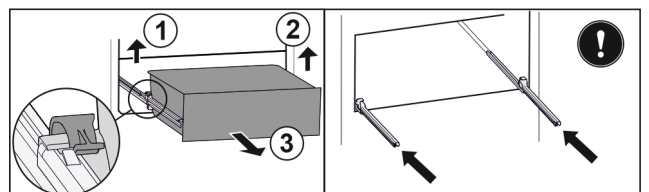

Fig. 100
- Linke Klemme anheben und gleichzeitig Schubfach links nach vorne ziehen. *Fig. 100 (1)*
- Rechte Klemme anheben und gleichzeitig Schubfach rechts nach vorne ziehen. *Fig. 100 (2)*
- Schubfach nach vorne entnehmen. *Fig. 100 (3)*